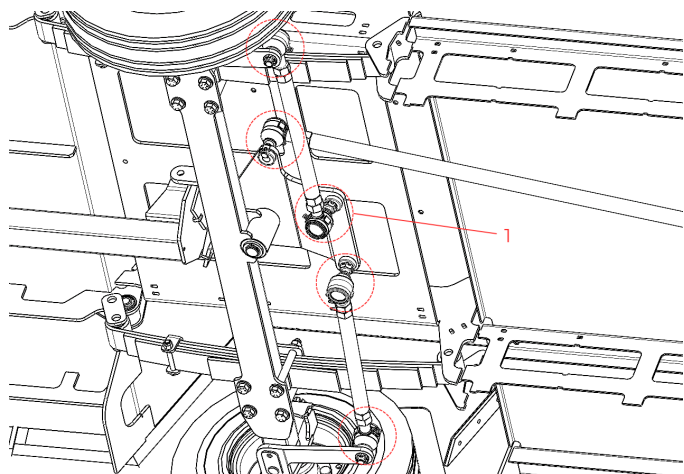

Figure 9. Inspection des rotules de direction en avant.
Lubrifier les raccords à graisse les extrémités des rotules de direction (1) (voir figures 9 et 10).